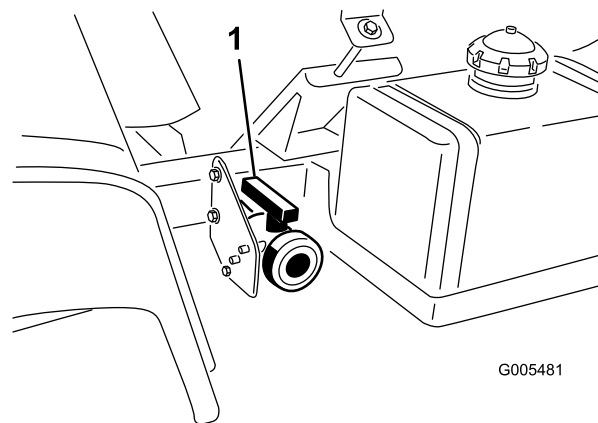

Figure 26
- Trouvez l'emplacement du robinet de vidange de la cuve du côté gauche de la machine (Figure 26). Le robinet se trouve sur le châssis, devant le réservoir de carburant.